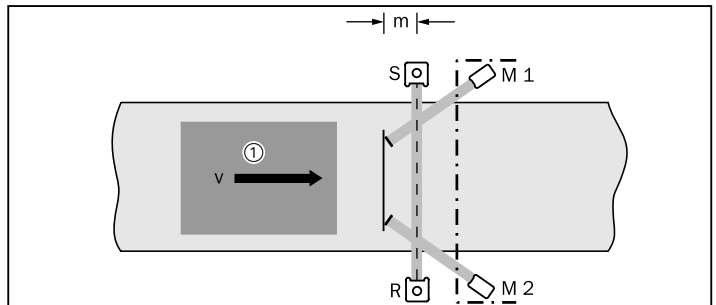

Fig. 3-4: Distancia, línea de detección - sensores Muting
①=Palet    ②=Material    ③=Sensor Muting    ④=Nivel de transporte
- Ya que la evaluación interna de las señales de sensor requiere algún tiempo, el material no debe ser registrado demasiado próximo a los haces luminosos de la barrera fotoeléctrica de seguridad. Por lo tanto, debe cumplirse una distancia mínima (véase fig. 3-4).